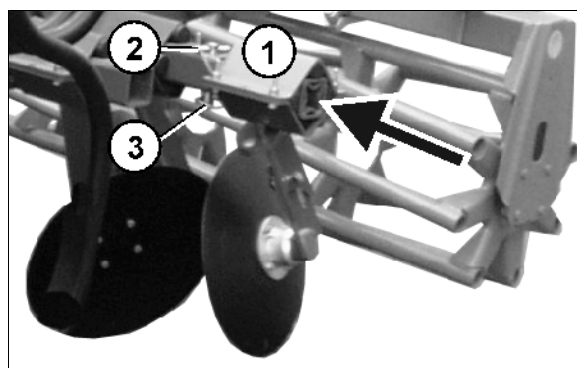

Fig. 35
- Beide Randscheiben (Fig. 35/1) komplett einschieben und mittels Sicherungsbolzen (Fig. 35/2) und Klappstecker (Fig. 35/3) fixieren.